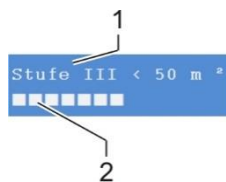

Abb. 6: Display
- Entfernen Sie das Filtergitter durch Lösen der zwei Schrauben (siehe Abb. 6). Bei Bedarf erneuern.